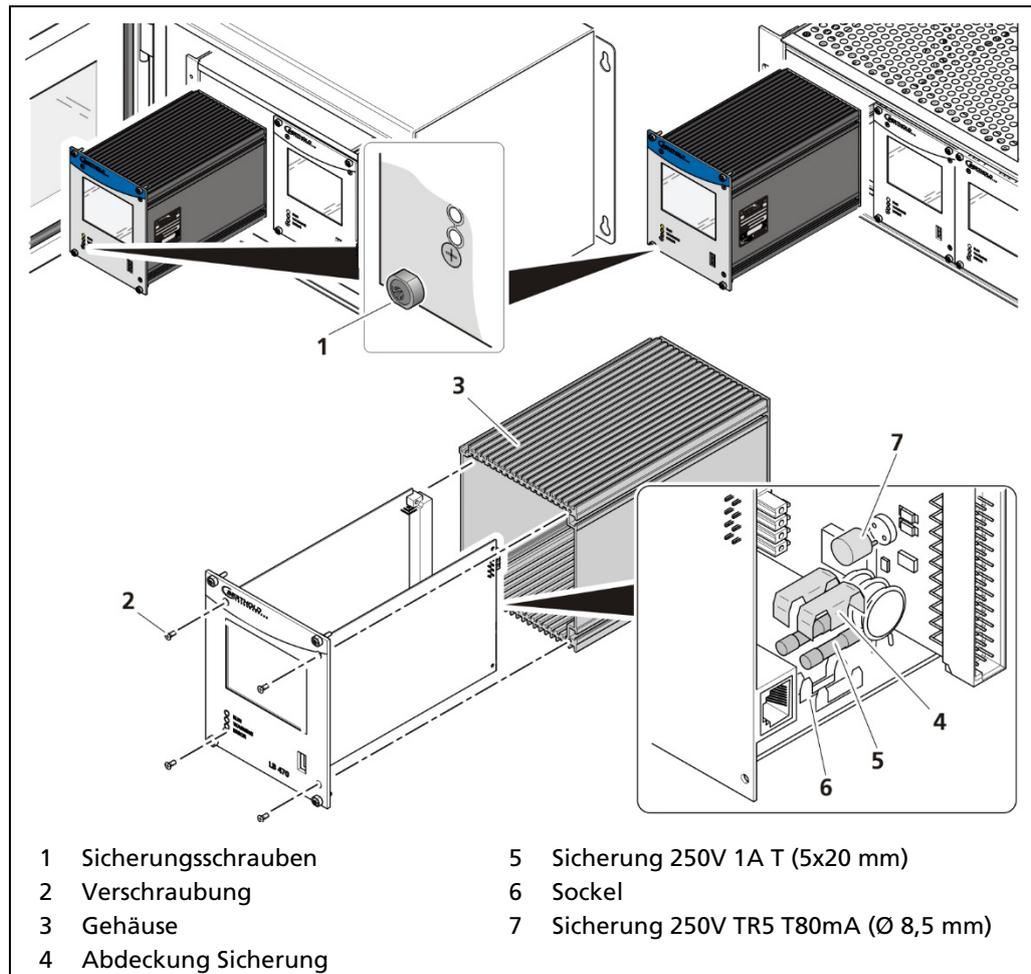

Abb. 145 Austausch Sicherungen Master-AWE
2. Lösen Sie die vier Sicherungsschrauben (Abb. 145, Pos.1) und ziehen Sie die Master-AWE aus dem Wandgehäuse bzw. dem Baugruppenträger.
3. Lösen Sie die vier versenkten Schrauben an der Vorderseite der AWE (Abb. 145, Pos.2).
4. Ziehen Sie das Gehäuse (Abb. 145, Pos.3) vorsichtig ab.
5. Entfernen Sie die Schutzabdeckung der Sicherung (Abb. 145, Pos.4)
6. Entfernen Sie die Sicherung (Abb. 145, Pos.5, Pos.7).
9. Verschrauben Sie das Front-Panel mit vier Schrauben (Abb. 145, Pos.2) mit dem Gehäuse.
11. Ziehen Sie alle Sicherungsschrauben (Abb. 145, Pos.1) an.